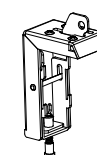

rys. 12
1. Przygotuj 2 otwory w suficie tak, aby tworzyły linię równoległą względem krawędzi ściany, a następnie zamocuj w nich odpowiednio dobrane haczyki z kołkami rozporowymi (rys. 12).